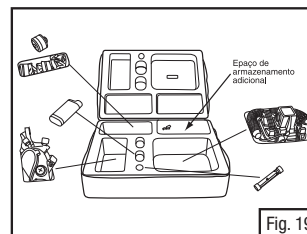
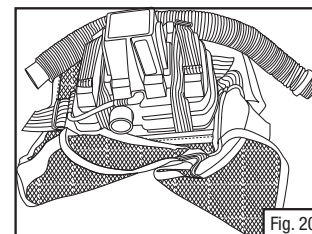

Fig. 19
Fig. 20
- Os conjuntos de PAPR de ajuste justo (aprovado por NIOSH CBRN) devem ser embalados em uma mochila RBE-DFL como ilustrado abaixo (Fig. 19). O Colete Tático pode ser dobrado sob a unidade PAPR Turbo para caber no espaço do RBE-DFL (Fig. 20). A mochila é feita para prover armazenamento protegido e seguro e também oferece espaço para equipamento adicional.